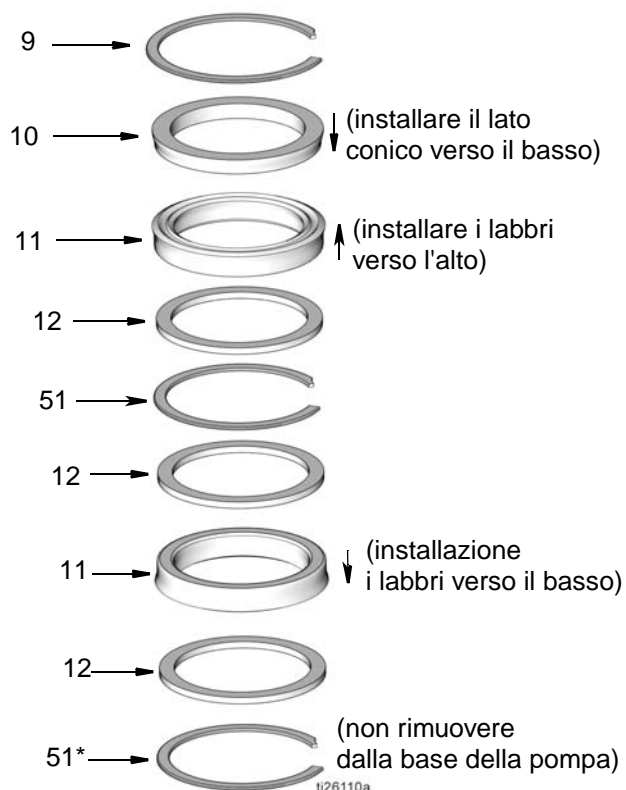

**FIG. 23**
17. Riposizionare la base della pompa (1) in una morsa come mostrato in FIG. 23.